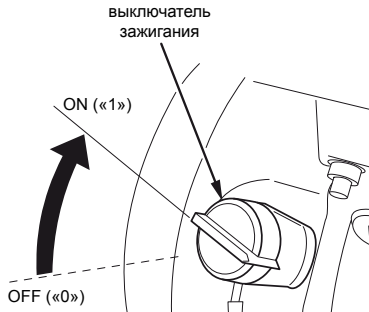

Рис. 11
8.7.8. Перевести выключатель зажигания в положение «ON» («1») (см. рис. 11).
8.8.2. Перевести выключатель зажигания (рис. 11) в положение «OFF» («0»);